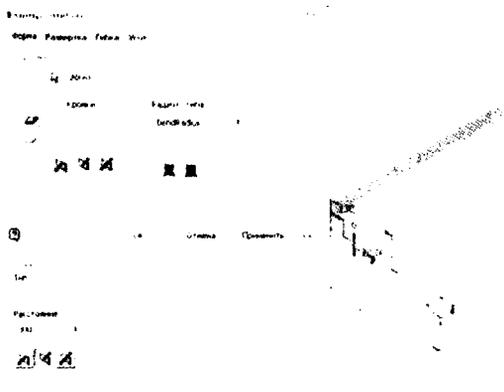

Рис. 10.12. Фланец с отгибом создает геометрию из незамкнутого контура
4. Измените направление элемента, как показано на рис. 10.12.